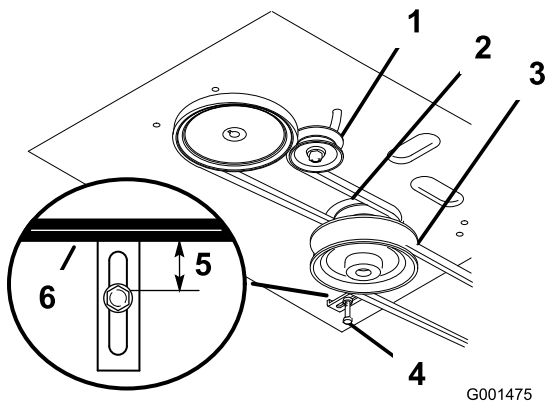

Figure 49
8. Vérifiez que le guide de courroie sous le bâti du moteur est réglé correctement (Figure 49).
**Remarque:** Le guide de courroie et la courroie du tablier de coupe doivent être espacés de 19 mm (3/4 po) quand la courroie est engagée (Figure 49). Réglez la courroie du tablier de coupe au besoin. La courroie désengagée ne doit pas traîner ni tomber de la poulie quand les guides et la tension de la courroie sont réglés correctement.